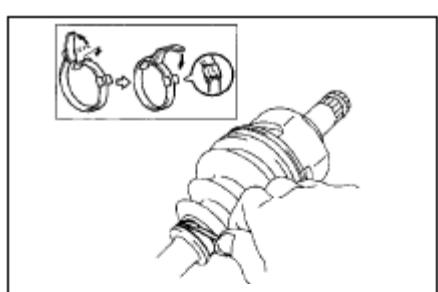

Рис. 142
**34. Установите малый зажим чехла внутреннего соединения, воспользовавшись отверткой, как показано на рисунке.(рис. 142)**